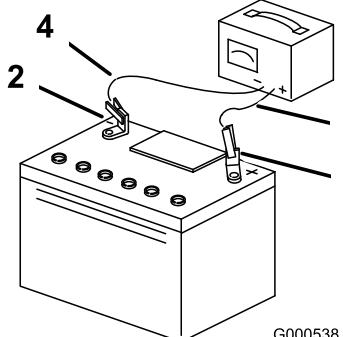

Figure 38
- Quand la batterie est chargée au maximum, débranchez le chargeur de la prise, puis débranchez les fils du chargeur des bornes de la batterie (Figure 38).